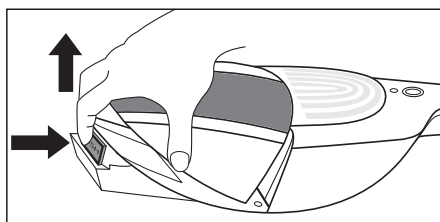

Fig. 3
- 2) Pulse la tecla PUSH **6** y, al mismo tiempo, tire del contenedor de suciedad **9** hacia arriba. Tras esto, podrá extraerlo tirando de este hacia arriba/delante (fig. 3)